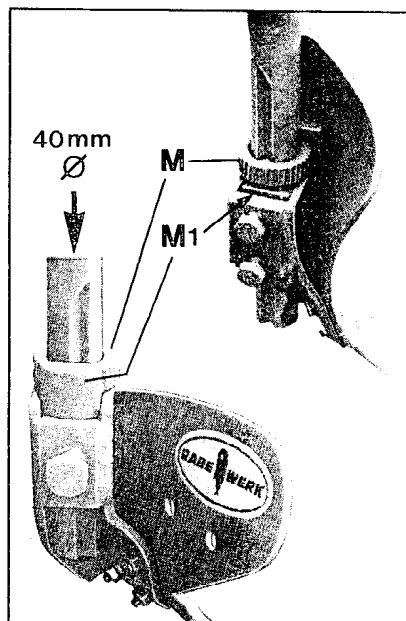

Fig. 5
**Avanvomere:** regolare la profondità, la posizione laterale rispetto al corpo e la distanza davanti al corpo. Per avanvomeri a stelo circolare, modificare la distanza davanti al corpo ruotando il supporto e gli steli stessi. In caso di montaggio di avanvomeri con stelo, utilizzare la rosetta dentata M e il tassello di spinta M1; Fig. 5 (con manico diam. 40 mm: rosetta dentata con dente verso l'alto - in posizione di lavoro).